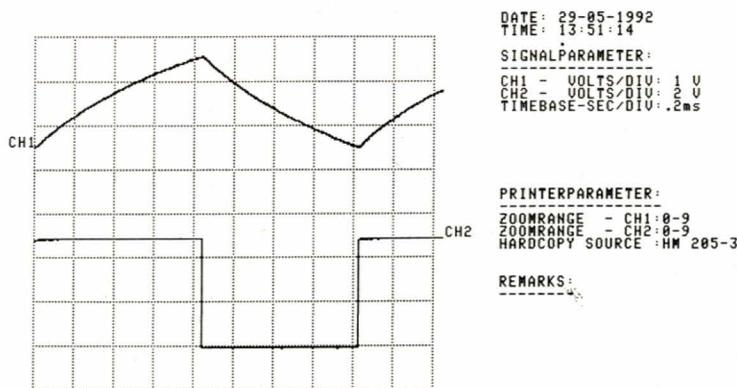

Figure 25 : Formes d'onde du convertisseur V-T.  $V_1 = +8$  V.
Les formes d'ondes correspondantes sont indiquées sur les **figures 25** et **26** obtenues pour deux valeurs différentes de  $V_1$ . On remarquera que l'amplitude de la dent de scie dépend directement de la valeur des seuils du comparateur, seuils qui peuvent varier légèrement d'un circuit à un autre, ainsi qu'en fonction de la température. Dans un tel montage la période (T) du signal est directement proportionnelle au produit RC ce qui permet d'écrire :  $T = \lambda RC_1$ .